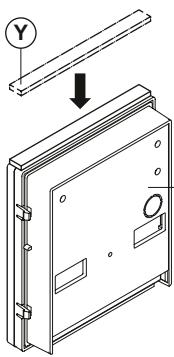

fig. 4
- Apply the **Y** silicon sealant on top of each module as shown in **Fig. 4**;
- Applicare la guarnizione adesiva **Y** sopra ogni modulo come mostrato in Fig. 4;
- Appliquer le joint adhésif (Y) sur chaque module, comme illustré sur la Fig. 4 ;